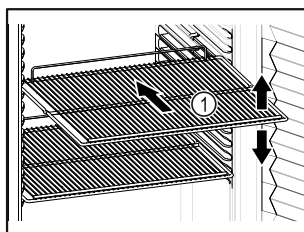

Fig. 53 Példaként szolgáló ábrázolás
- ❑ Ha a tároló rácsok Fig. 53 (1) áthelyezhetőek, akkor igazítsa be őket a kívánt magasságnak megfelelően.